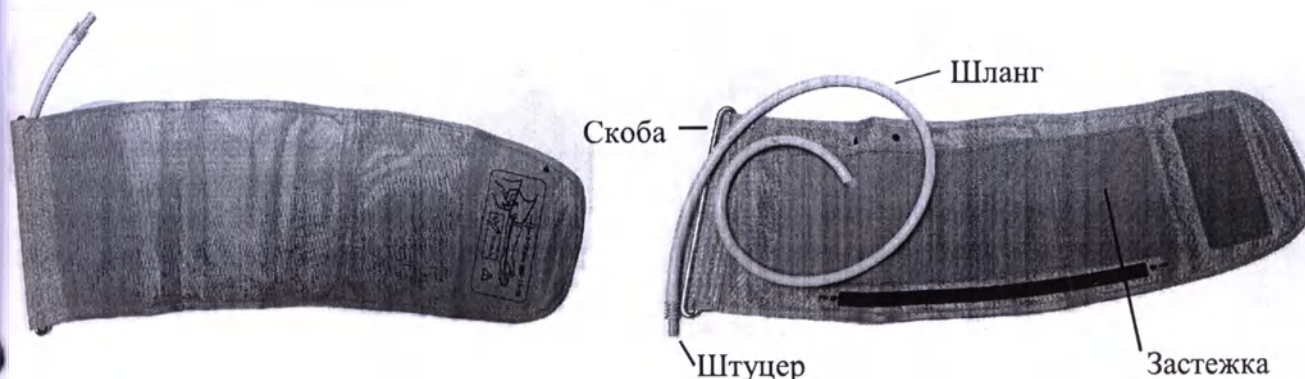

Рисунок 17.
1.2.2.1. Манжета стандартная на плечо (Рисунок 17) состоит из пневмокамеры, соединенной с шлангом, рукава и металлической скобы.